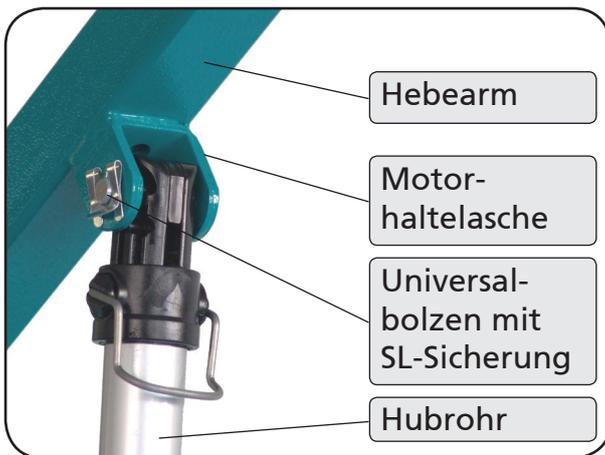

Abbildung 23
1. Entfernen Sie an der Hebearm die SL-Sicherung und den Universalbolzen (Abbildung 23).